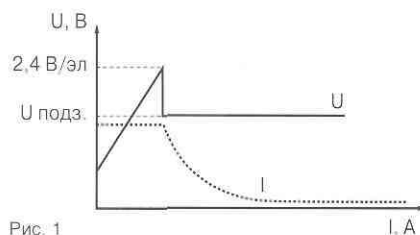

Рис. 1
### 1.1. Метод IU (DIN41773) (рис. 1).
3.3.1. Измерение с помощью омметра (рис. 1г).